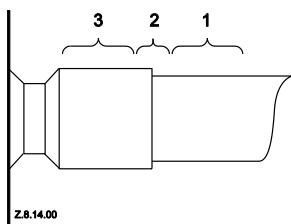

Рис. 3: Пайка трубопровода всасывания
**Рисунок 3** иллюстрирует пайку трубопроводов всасывания и нагнетания спирального компрессора.